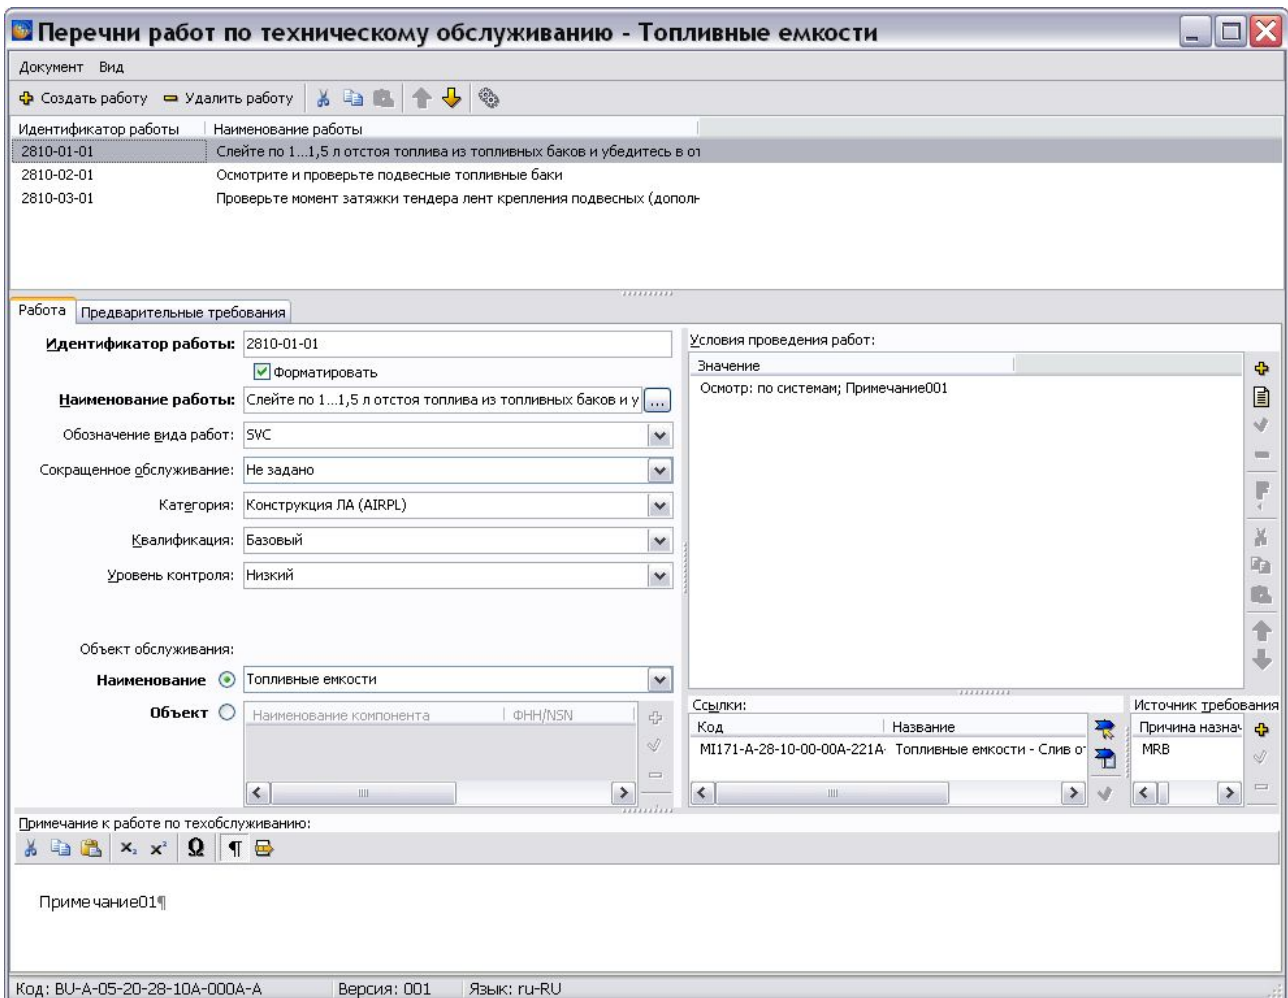

Рис. 10.38
3. Выделите версию модуля данных и нажмите на кнопку  **Редактировать**. При этом откроется окно редактора работ ТО (Рис. 10.38).